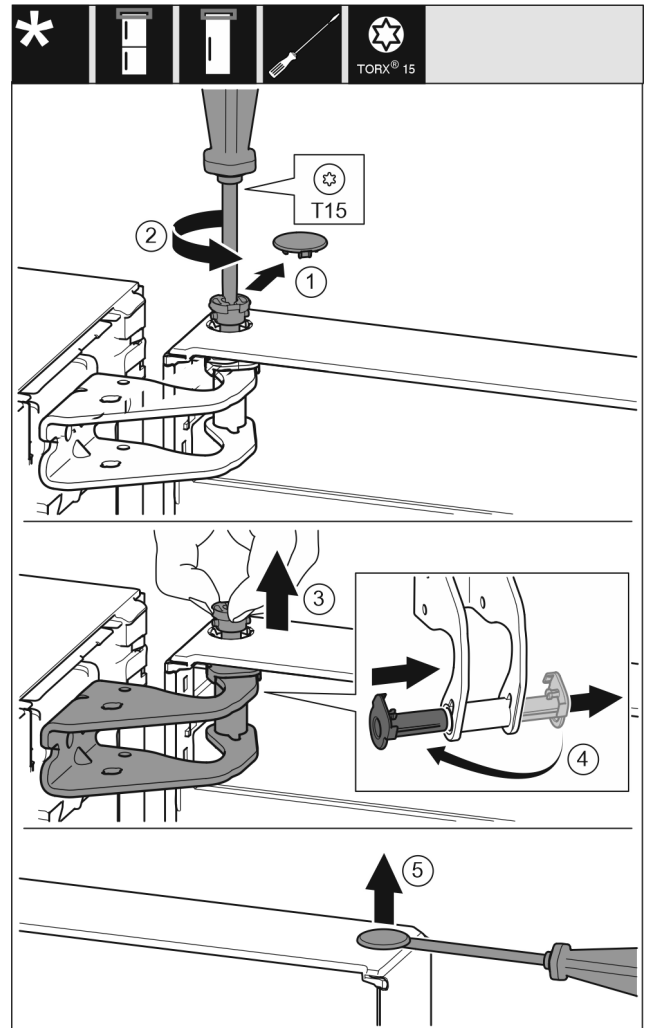

Fig. 9
- ▶ Opatrne vytiahnite poistný kryt. Fig. 9 (1)
- ▶ Skrutkovačom T15 trochu vyskrutkujte čap. Fig. 9 (2)
- ▶ Pevne držte dvere a čap vytiahnite prstami. Fig. 9 (3)
- ▶ Puzdro ložiska vytiahnite z vedenia. Nasadte z druhej strany a zaklapnite. Fig. 9 (4)
- ▶ Plochým skrutkovačom opatrne nadvihnite a vyberte zátku z puzdra ložiska dverí. Fig. 9 (5)